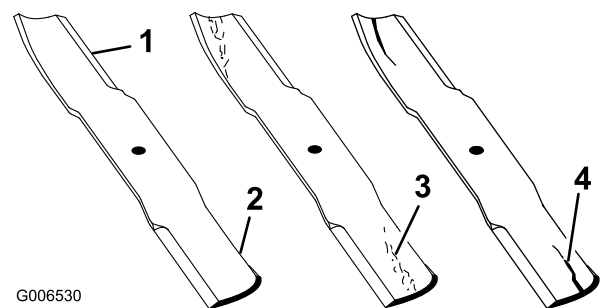

Figura 96
1. Inspeccione los filos de corte (Figura 96). Si los bordes no están afilados o tienen muescas, retire las cuchillas y afílelas. Consulte Afilado de las cuchillas (página 67).
2. Inspeccione las cuchillas, especialmente la parte curva (Figura 96). Si observa daños, desgaste o la formación de una ranura en esta zona (Figura 96), instale inmediatamente una cuchilla nueva.